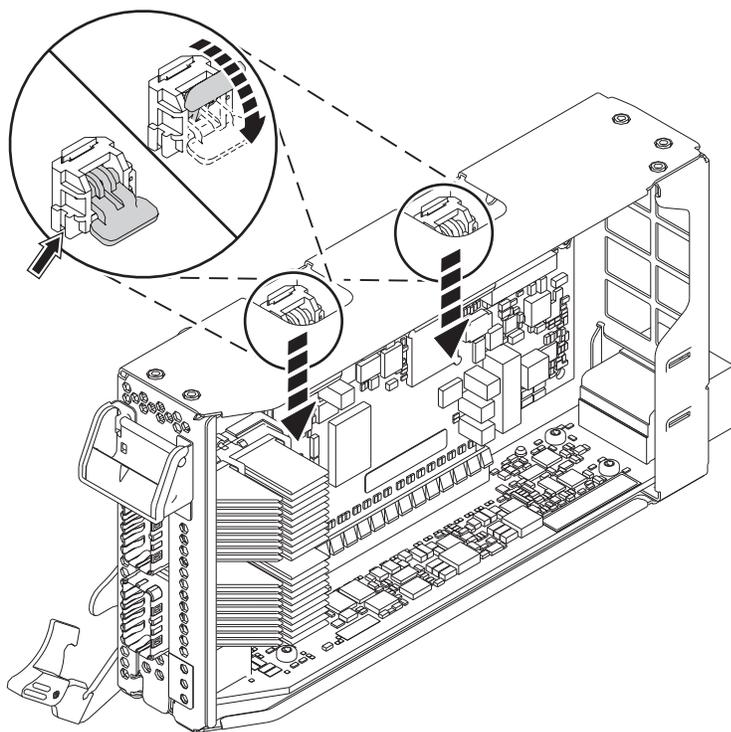

Figura 31. Bloquear os trincos da cassete
- d. Rode os trincos da cassete que estão na extremidade superior da cassete para bloquear o adaptador no local. Consulte Figura 31.